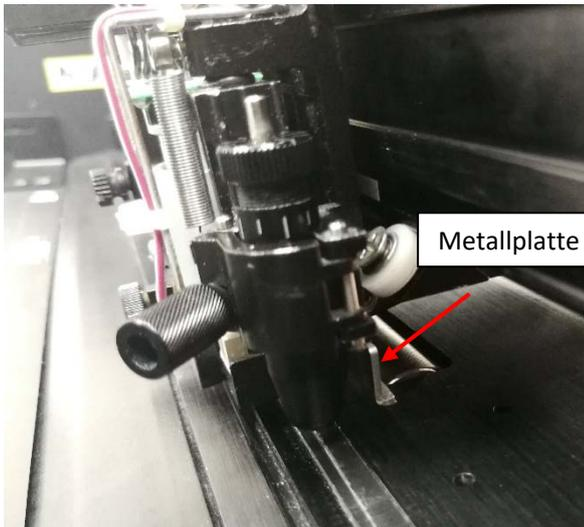

Abbildung 2-39
Schritt 5 Entfernen Sie die gesamte Schneideeinheit, indem Sie sie festhalten, während Sie die kleine Metallplatte auf der rechten Seite nach links schieben (Abbildung 2-39 und 2-40).